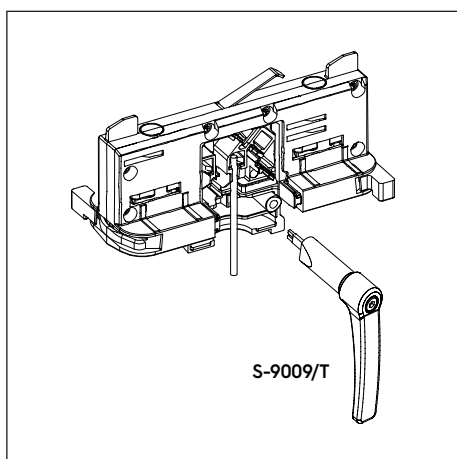
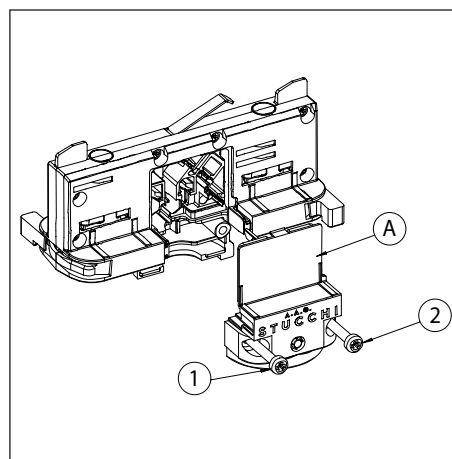

Fig. 1 Cablaggio dell'adattatore
Fig. 2 Chiusura dell'adattatore
Per il cablaggio dell'adattatore utilizzare cavi con sezione AWG12 in base alla valore di corrente del faretto e di tipo cordato e stagnato. Cablare i cavi dell'adattatore (fig.1) utilizzando l'apposito inserto (da ordinare separatamente), rispettando le giuste polarità marcate sull'adattatore (L / N / T / D+ / D-). Spingere il cavetto fino a che risulta completamente inserito nel contatto ruba corrente. Sono previsti due tipi di blocca cavi: S-9009/10... (semplice) e S-9009/BC... (con grano in plastica di blocco), entrambi per guaine di diametro compreso tra 0,24" e 0,35". Per fissare l'apparecchio di illuminazione all'adattatore è possibile utilizzare uno degli accessori previsti: S-9009/M10+S-9009/D-10, S9009/M10+S-9009/D-10 e S-9009/51 (attenzione con questi 3 accessori non è possibile utilizzare il blocca cavo S-9009/BC...). Una volta cablato e fissato l'apparecchio all'adattatore, chiuderlo con il rispettivo coperchio (A) utilizzando le due viti (1 e 2). Coperchio e viti sono fornite con l'adattatore (fig.2)